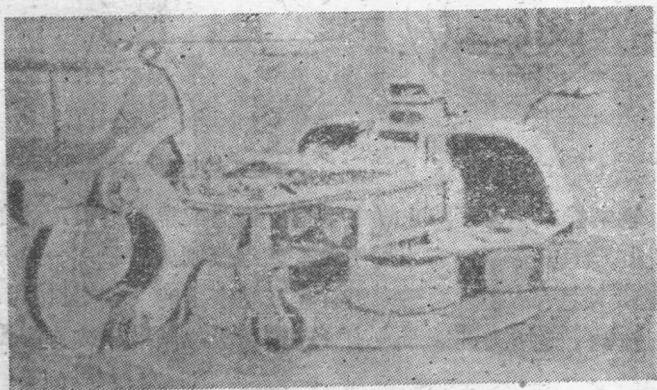

图12 活动拖钩
2)活动拖钩(可拆开的) 在海河拖轮上应用极为广泛。如果要解脱拖缆,应将保险锁拉向一边,使它与锁紧杆分开,然后敲击锁紧杆的末端,由于锁紧杆受到敲击向上翘起,钩的活动部份便绕着接头6下垂,拖缆7的绳环也就脱落(图12)。